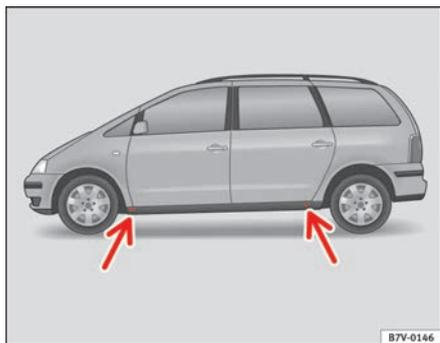

Fig. 160 Punti di appoggio per il cric
1. Cercare il punto di sollevamento ⇒ fig. 160 (freccia) per il cric ⇒ che si trovi più vicino alla ruota da sostituire.
Il cric va applicato solo nei punti indicati ⇒ fig. 160. Il punto di sollevamento anteriore si trova a circa 11 cm dall'arco del passaruota, quello posteriore a circa 14 cm. Le tacche su entrambi i lati del predellino contraddistinguono i punti di appoggio sul sottoscocca.